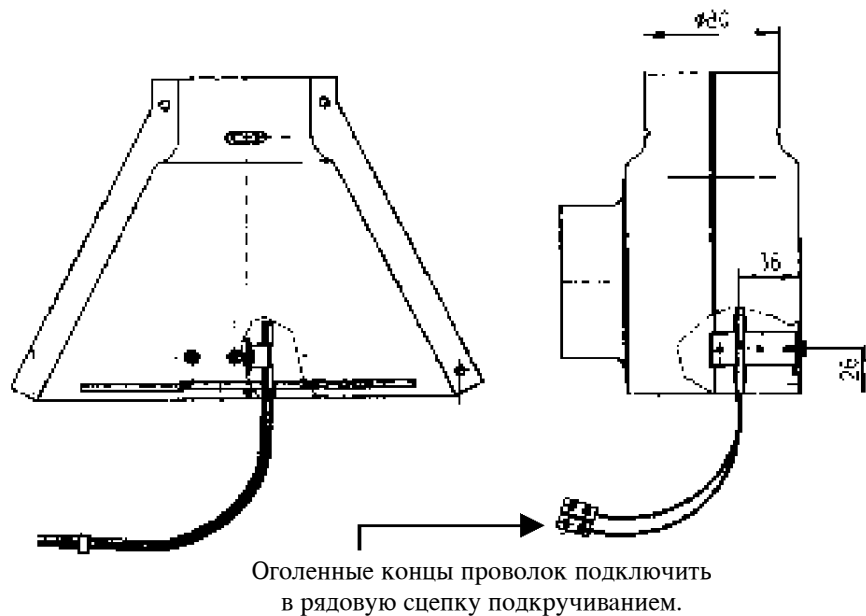

Рис. 1. Прикрепление к стене установки с выводом в дымоход
- Прикрепить опорные листы (2 шт) к держательному элементу, находящемуся на обороте установки с помощью винтов М6х16 (3), гайки М6 (4) и прокладки М6 (5) по 2 шт.
- Отметить на стене места присоединения держателей и просверлить места для пласт массовых дюбелей (7) (2 шт).
- Закрепим двумя шурупами (6) установку к дюбелям (7).
- Обеспечиватель тяги продуктов сгорания (1), приложенный к установке, приложить на место соединения, потом вынимая из монтрованной трубы горения термодатчик включателя Печи (12) прикрепить на обеспечиватели тяги продуктов сгорания по приложенному чертежу монтажа.
- Термоограничитель (12), смонтированный на обеспечиватели тяги продуктов сгорания соединить по рис. 2 к монтрованной трубе горения (2) (рис. 1). Термоограничитель нельзя выключить и в случае его замены, использовать можно только оригинальные детали производителя.
- Трубу отвода продуктов сгорания (8) присоединить к дымоходу.
Монтаж установки показан на рис. 1.